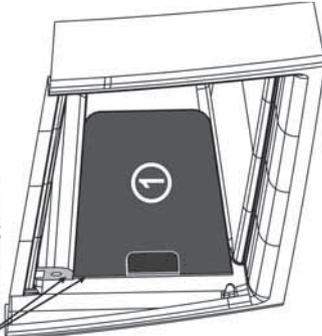

Рис.3 Установка кронштейнов
**3.1.4** Закрепить два кронштейна на боковые стенки отсека "OPEN" соответственно (поз.1 рис.3).